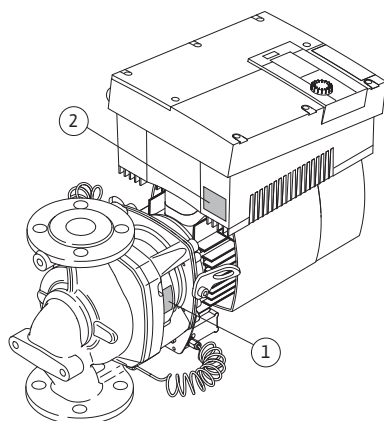

Fig.11: Tyypikilpien sijainti:
- Pumpun tyypikilvessä (Fig. 11, kohta 1) on sarjanumero (Ser.-No.../...), jota tarvitaan esim. varaosatilauksessa.
- Elektroniikkamoduulin tyypikilvessä (elektroniikkamoduuli = invertteri tai taajuusmuuntaja) (Fig. 11, kohta 2) on käytettävän elektroniikkamoduulin nimitys.